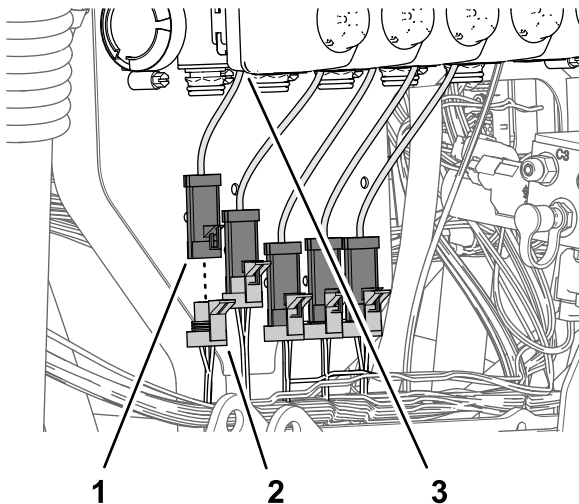

Bild 116
2. Stecken Sie den 3-Buchsen-Stecker (Bild 116) des 89-cm-Kitabelbaumzweigs, der mit NOZZLE VALVE 1 beschriftet ist, in den 3-Stift-Stecker des ganz linken Ventilaktuator (Stellung 1).
3. Stecken Sie den 3-Buchsen-Stecker (Bild 116) des 89-cm-Kitabelbaumzweigs, der mit NOZZLE VALVE 2 beschriftet ist, in den 3-Stift-Stecker des Ventilaktuator (Stellung 2).
4. Stecken Sie die restlichen 3-Buchsen-Stecker des 89-cm-Kabelbaumzweigs in den 3-Stift-Stecker der Ventilaktuatoren (Bild 116).